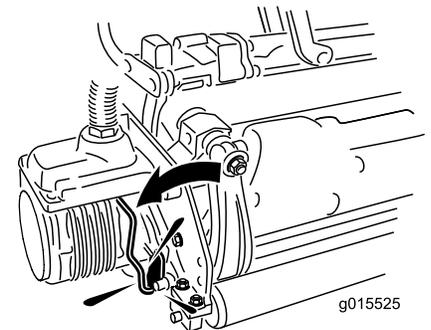

图38
7. 将马达插入滚刀组左侧从操作员的位置看并将滚刀组上的马达固定架拉向马达直到听见马达两侧发出“咔哒”的声音图38。